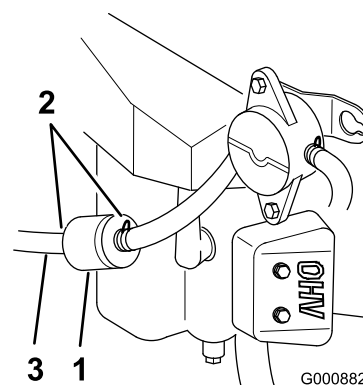

Figure 37
5. Desserrez le collier de serrage au niveau du filtre à carburant et éloignez-le du filtre en le poussant le long de la conduite d'alimentation (Figure 37).
6. Débranchez la conduite d'alimentation du filtre (Figure 37).
4. Pincez les extrémités des colliers et faites glisser ceux-ci pour les éloigner du filtre (Figure 37).
6. Posez un filtre neuf et rapprochez les colliers de fixation du filtre (Figure 37).